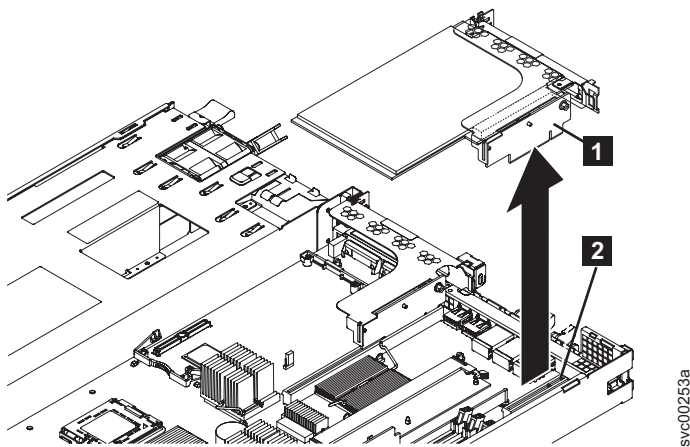

図 171. SAN ボリューム・コントローラー 2145-CG8 または 2145-CF8 用のファイバー・チャンネル・ライザー・カード・アセンブリの取り外し
10. アダプター・アセンブリの後部レールの留めねじを取り外した後、図 171 に示すように、ライザー・カード・アセンブリの片側をつかんで引き上げ、スロット 1 ライザー・カード・コネクタから外します。ライザー・カードがコネクタから離れたら、カード・アセンブリを慎重にひねって、アセンブリをノードから分離します。